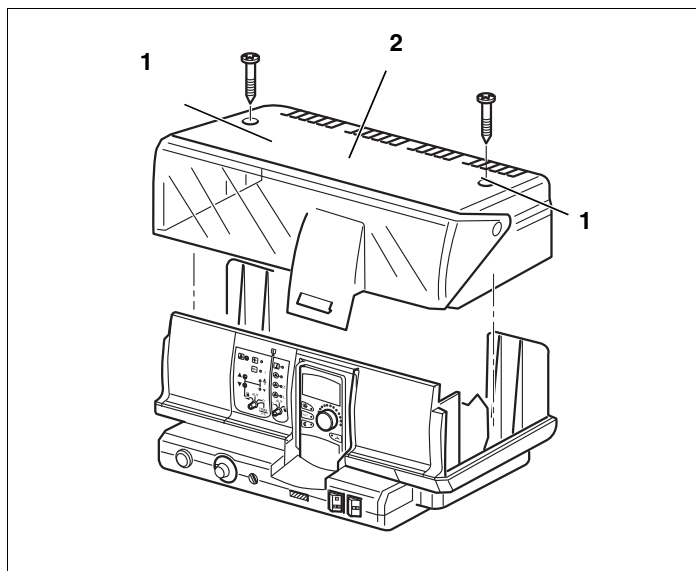

Fig. 14 Remover as coberturas
- Soltar ambos os parafusos na parte superior do aparelho (→ Fig. 14, [1]).
- Levantar a tampa de cobertura dos bornes (→ Fig. 14, [2]) .